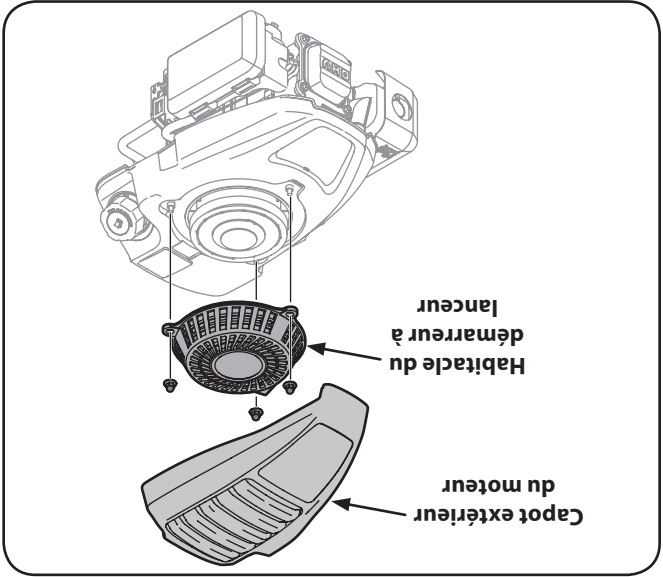

Figure 6-3
1. Démontez le capot extérieur (le cas échéant) du moteur et l'habitacle du démarreur à lanceur, comme à la Figure 6-3.